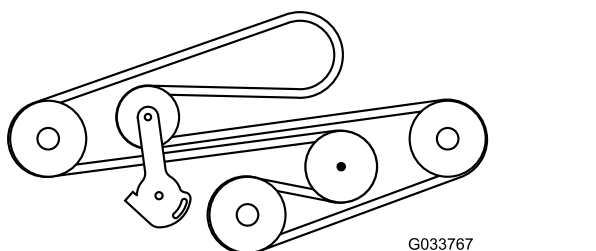

Figura 72
9. Instale a correia e passe-a, como se mostra na Figura 72.